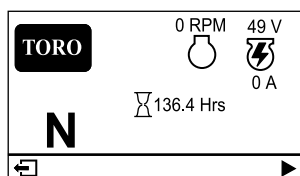

Figure 21
- **Écran d'information principal (Figure 21) :** affiche les données actuelles de la machine quand la clé est à la position CONTACT.